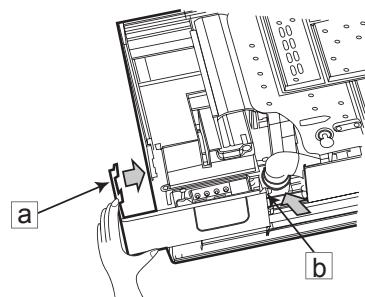

图14-1
(1) 连接盖板拆去顺序
用手将面框右下角风室下盖板①、②处的勾子沿箭号方向拉，将风室下盖板取出。（如图14-1）
(2) 电线连接顺序